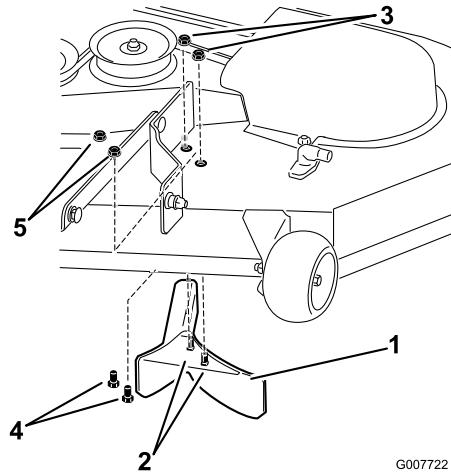

Figura 25
del tosaerba (Figura 25). Abbassate il deflettore di mulching allontanandolo dal piatto di taglio e rimuovetelo.
- Installate due bulloni (5/16 x 5/8 inch) e due dadi di bloccaggio (5/16 pollice) (conservati per il riutilizzo) sui fori lasciati aperti nel piatto di taglio dopo la rimozione del deflettore di mulching sinistro (Figura 25).